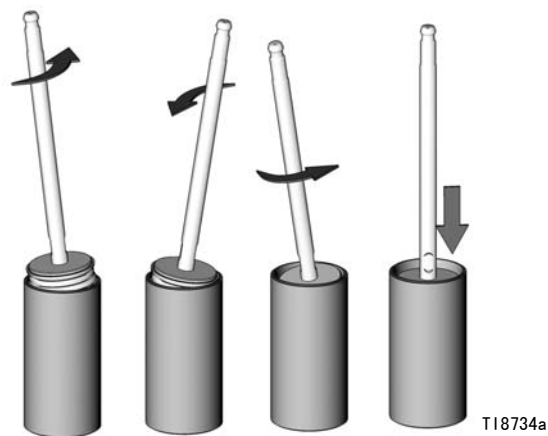

图 7. 将活塞安装到汽缸中
8. 给汽缸 (4) 的内侧涂上润滑剂。将活塞总成推入汽缸中。旋转活塞，如图 7 所示。